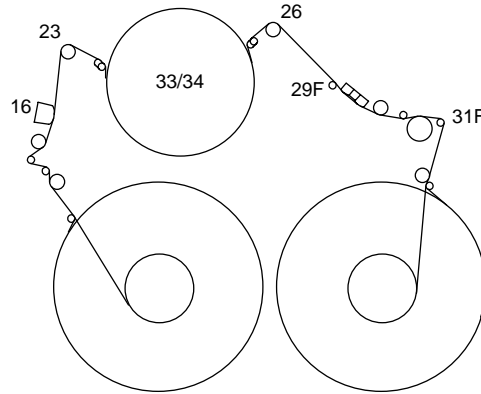

Fig. 22
- Ajuster le galet de renvoi des guides de chargement gauche (Pos. 23, Fig. 22) et droit (Pos. 26, Fig. 22) à l'aide du tournevis de réglage de façon que l'amplitude des paquets FM soit au maximum et rectiligne.
- Adjust the reverse roller of the left (Pos. 23, Fig. 22) and right (Pos. 26, Fig. 22) threading roller unit to obtain the maximum amplitude of the FM-packages with straight-lined envelope.
- Au moyen du dynamomètre mesurer la traction sur la bande entre la tête d'effacement principale (Fig. 22, Pos. 16) et le guide de chargement gauche (Fig. 22, Pos. 23) (pousser à cet effet la tête d'effacement à gauche).